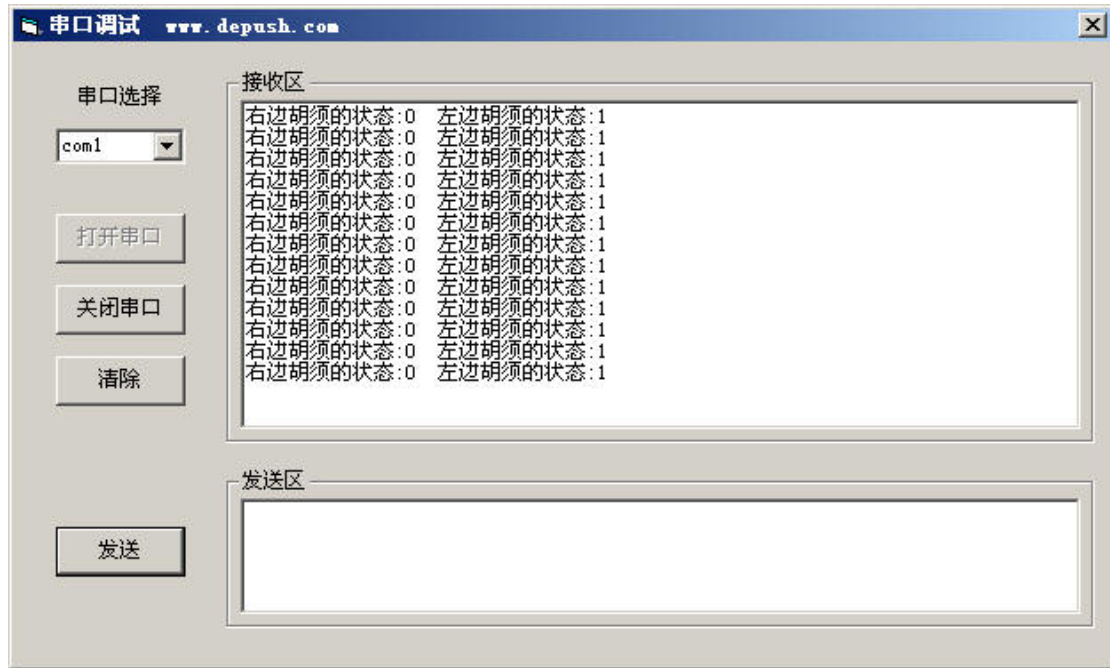

图4-7 右胡须碰到
- 把右胡须按到3-pin转接头上，注意显示为：“右边胡须的状态:0 左边胡须的状态:1”，如图4-7